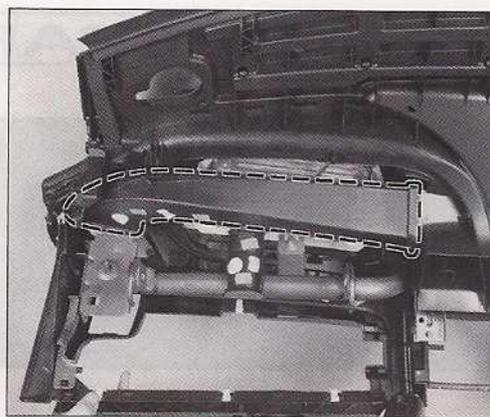

FIG. 8
- Desmontar el conducto de aire desengrapándolo de su pata de fijación y en cada extremidad (Fig.8).
- Desmontar el tornillo de fijación (C) que sujeta el módulo de airbag sobre el travesaño.